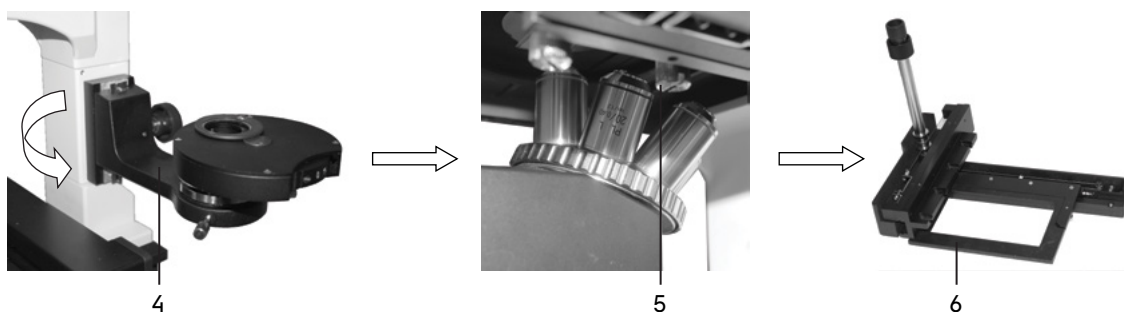

Рис. 15. Подготовка объектов к исследованию в высокой посуде
При исследовании объектов в высокой посуде необходимо вывести конденсорное устройство 4 из оптической оси. Для этого ослабьте винт справа на штативе и поверните блок штатива с устройством против часовой стрелки, как показано стрелкой на рис. 15.
1. Снимите устройство перемещения объекта (см. пояснения к рис. 15).